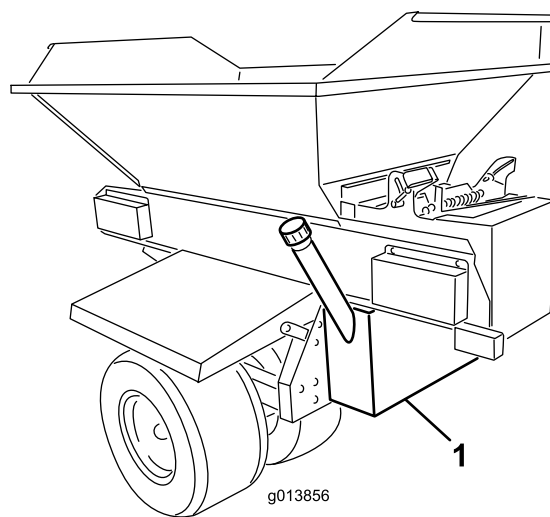

Figure 1
4. Supportez le réservoir hydraulique par dessous et placez-le contre la paroi arrière du châssis du ProPass. Le réservoir doit être parfaitement centré par rapport aux côtés droit et gauche et être positionné verticalement (Figure 1).